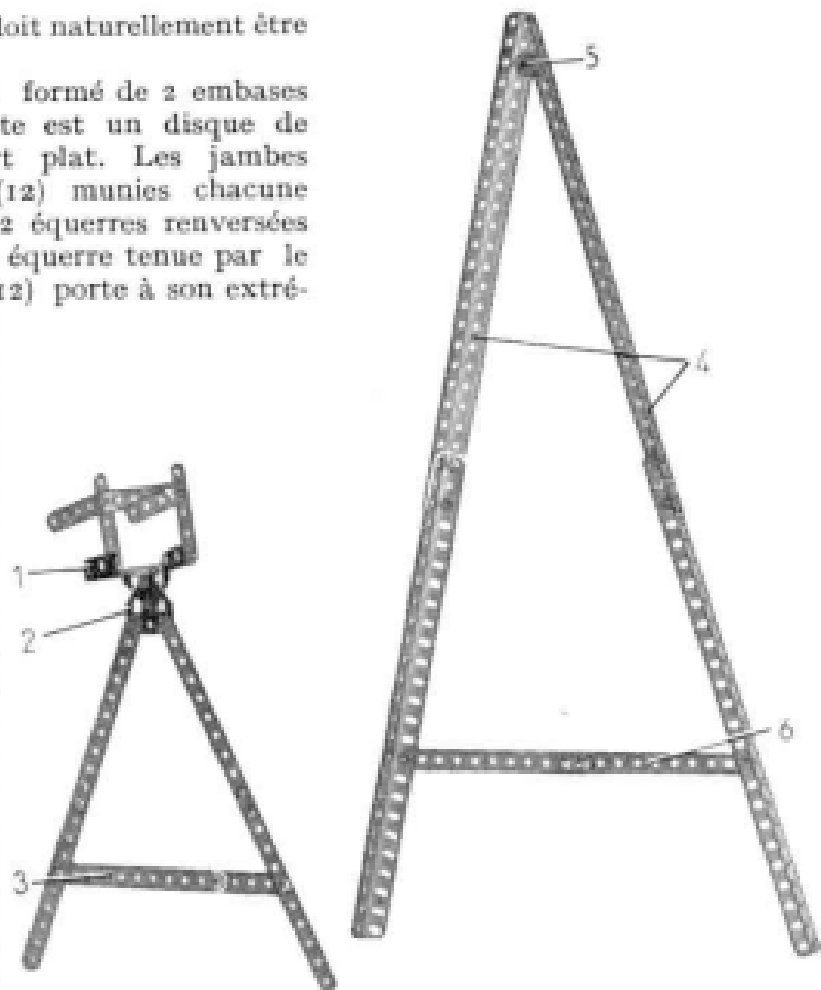

Fig. 2.
Le plus petit des pylônes (fig. 2) possède une plate-forme constituée par une plaque à rebord de 6×4 cm. (1). Le garde-fou est constitué par 4 bandes de 5 trous et une bande coudée de 60×12 mm. La plaque (1) est portée par une embase triangulée coudée boulonnée sur une embase triangulée plate (2). Chaque montant du pylône est fait de deux bandes de 11 trous qui se chevauchent sur 2 trous. L'extrémité supérieure des montants est fixée à l'embase triangulée (2) et ils sont réunis à leur partie inférieure par une bande (3). La bande (3) est formée d'une bande de 11 trous et d'une de 5 fixées bout à bout.